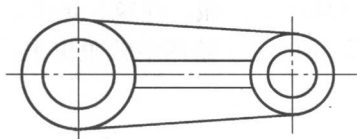

图 1-1 绘制二维图形
- 绘制二维图形: 使用 AutoCAD 提供的线条样式、二维图形的绘制与编辑命令、分层及填充图案等功能, 可以便捷、高效地实现二维图形的绘制, 如图 1-1 所示。